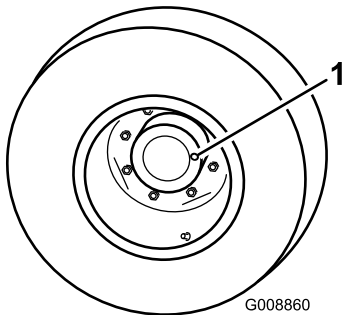

Bild 13
1. Stellen Sie, wenn sich die Maschine auf einer ebenen Fläche befindet, das Rad so, dass sich die Prüf-/Ablassschraube (Bild 13) entweder in der 3-Uhr- oder der 9-Uhr-Stellung befindet.